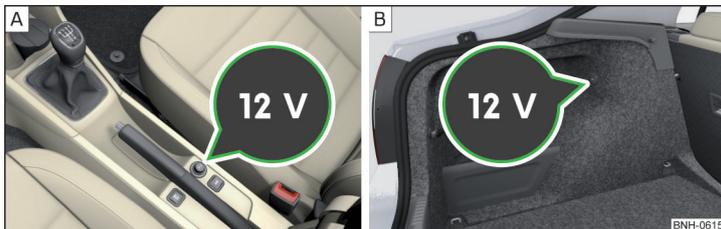

Fig. 72 Couvercle de la prise 12 volts : dans la console centrale avant / dans le coffre à bagages
- Pour l'utiliser, retirez le cache de la prise » fig. 72 - **A** ou ouvrez le cache de la prise » fig. 72 - **B**.